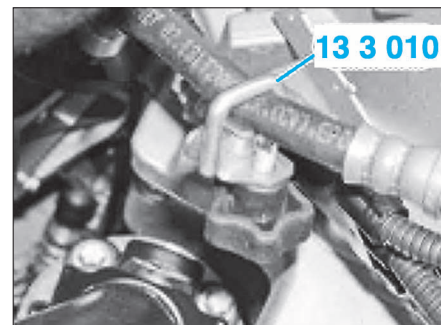

FIG. 22
- Obturer la conduite hydraulique vers le cylindre récepteur d'embrayage avec l'outil 13 3 010 (Fig.22).